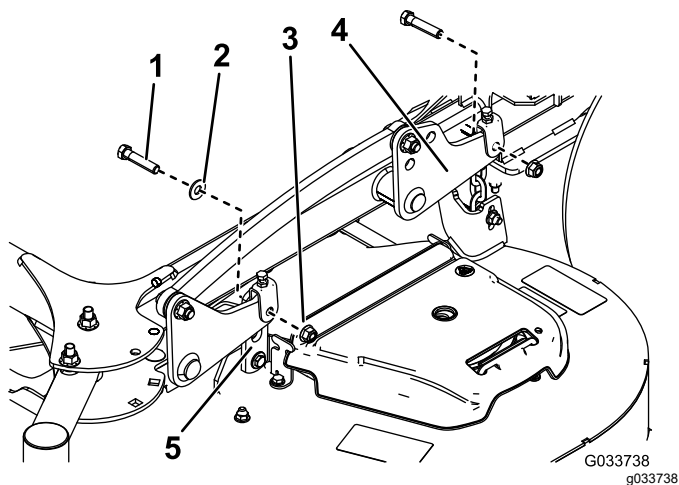

Figura 94
5. Retire los 2 pernos, las 2 tuercas y la arandela que conectan los ganchos de la carcasa de corte con las placas de elevación para ambos lados de la carcasa de corte (Figura 93 y Figura 94).
Nota: Coloque los soportes de ganchos delanteros del exterior de los brazos de elevación delanteros para carcasas de 132 cm (52") (Figura 93). Coloque los soportes de ganchos delanteros del interior de los brazos de elevación delanteros para carcasas de 152 cm (60") (Figura 94).